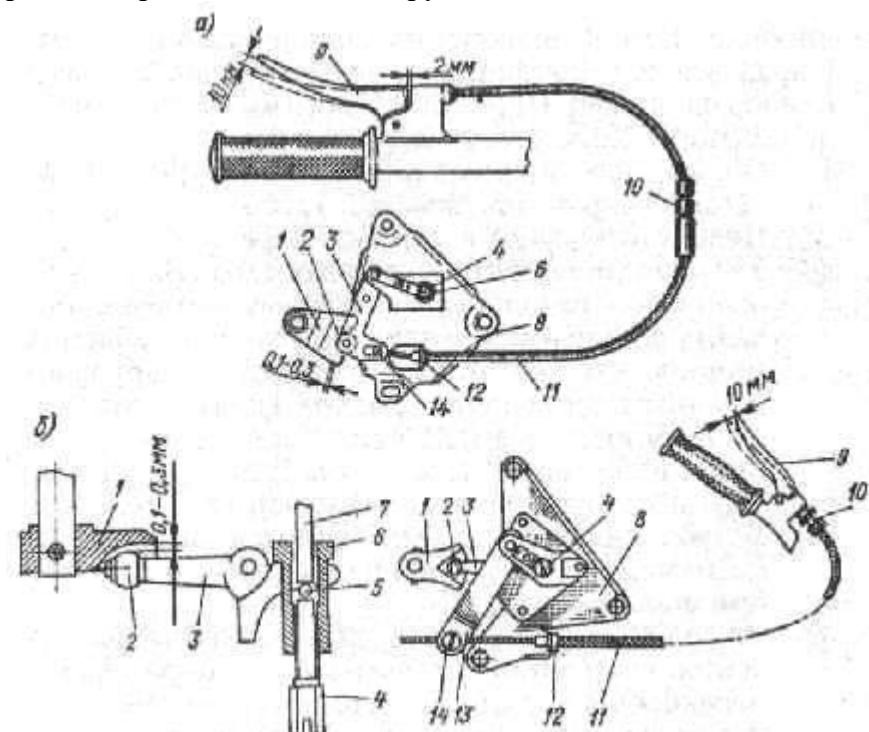

Рис. 45. Регулировка механизма выключения сцепления:
3. Очистить кистью, смоченной в бензине, кулачок 1 (рис. 45, а) и ролик 2 автоматического привода.
5. Закончив регулировку ножного привода механизма выключения сцепления, надо отрегулировать ручной привод. Делается это вращением регулировочного штуцера на оболочке троса сцепления. Штуцер оболочки троса вращают до тех пор, пока свободный ход конца рычага (ход, не вызывающий движение деталей механизма выключения сцепления) будет 5-10 мм (см. рис. 45, а). Если трос сцепления не удается нормально натянуть при помощи регулировочного штуцера, нужно передвинуть на конце троса регулируемый наконечник 14, удлинив или укоротив свободный конец троса, а затем произвести окончательную регулировку натяжения троса регулировочным штуцером.